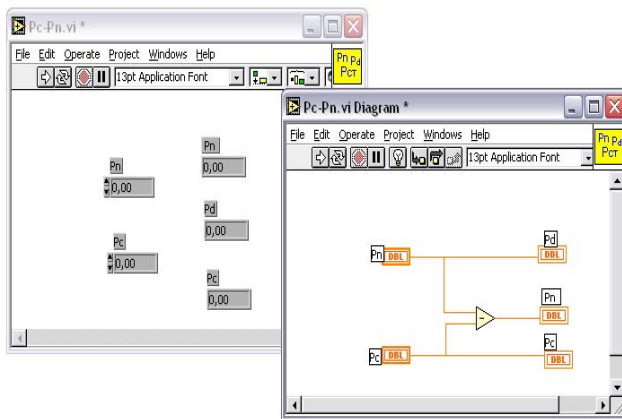
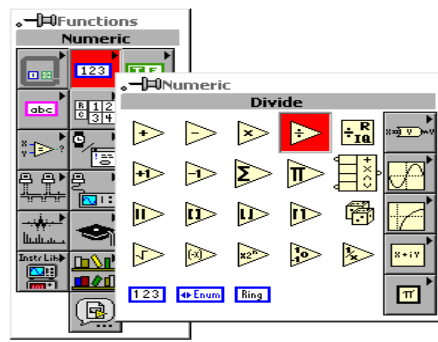

Рисунок 3.8 - Построение вычислительной цепи
Рисунок 3.9 - Палитра “Numeric” («Числовые »)
9. В соответствии с законом формирования числа Маха (M), построить вычислительную цепь(рисунок 3.8). Для этого из палитры “Numeric” («Числовые») (рисунок 3.9) разместить следующие объекты: